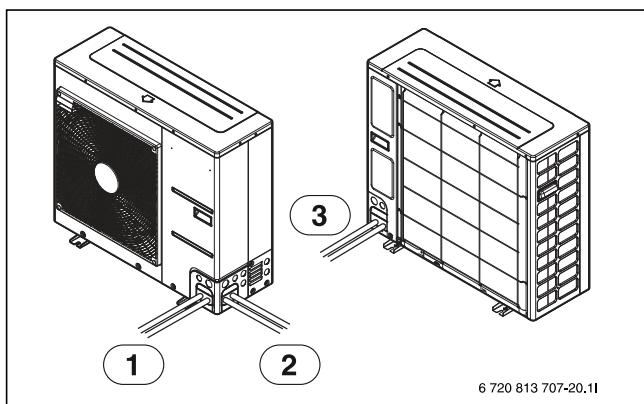

Bild 21
- Röret kan anslutas åt fyra håll. Se figuren för de olika riktningarna (→ Bild 21 och 22).